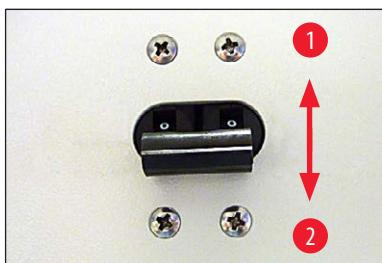

图 12
- 开关必须处于顶部位置(开关位置 1) (→ 图 12) 才能接通断路器 (→ 图 12-1)。
- 用断路器 (→ 图 12) 开启仪器。仪器此时进行初始化。